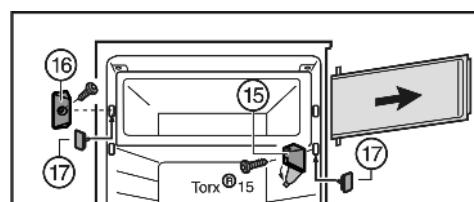

Fig. 6
- Откиньте крышку на опорном кронштейне Fig. 6 (15).
- Открутите опорный кронштейн Fig. 6 (15) с дверцей камеры.
- Открутите запирающий элемент Fig. 6 (16).
- Закройте образовавшиеся отверстия прилегающими пробками Fig. 6 (17).